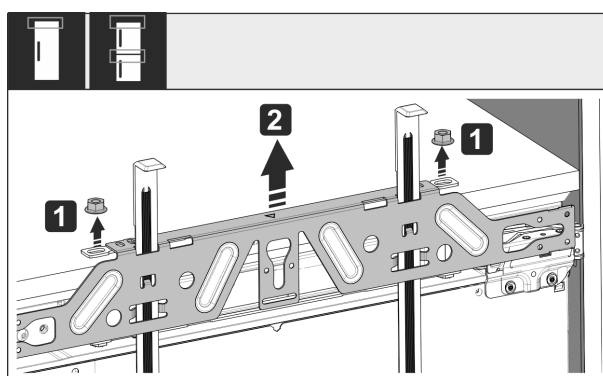

Fig. 58
- ▶ Odkręcić nakrętki zabezpieczające Fig. 58 (1).
- ▶ Zdjąć poziomą listwę mocującą Fig. 58 (2).